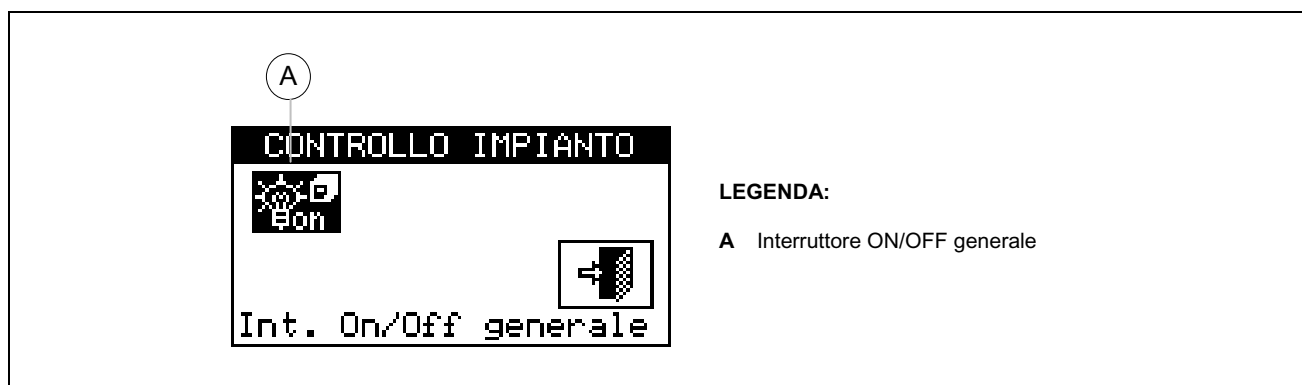

Figura 4 – ESEMPIO DI SCHERMATA CONTROLLO IMPIANTO ASC
- 4 - In entrambi i casi (“Controllo Impianto ACS Base” e “Controllo Impianto ACS Separabile”) su display comparirà la schermata visualizzata in Figura 4.